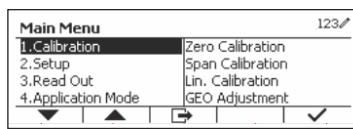

Figure 14
1. Exercez une pression longue sur le bouton pour accéder au menu principal. (Voir Figure 14)